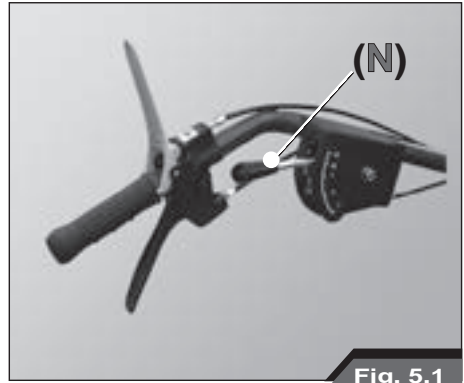

Fig. 5.1
- voor uw veiligheid of de versnellingshendel in de vrijstand staat (**N**, Fig. 5.1).
- Controleer voor uw veiligheid of de hendels van de voortgang van de machine (2) en van de inschakeling van de rotor van de maaibladen (6) in een verticale stand staan.
- Breng de gashendel (5) op de helft van de slag.